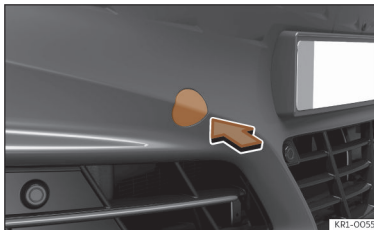

Abb. 187 Auf der rechten Seite des vorderen Stoßfängers: Abdeckung entfernen.
Die Aufnahmen für die einschraubbare Abschleppöse befindet sich im Stoßfänger vorn rechts hinter einer Abdeckung >>> (**Abb. 187**).
- Drücken Sie die Abdeckung im unteren Bereich heraus und lassen Sie sie am Fahrzeug hängen >>> (**Abb. 187**).